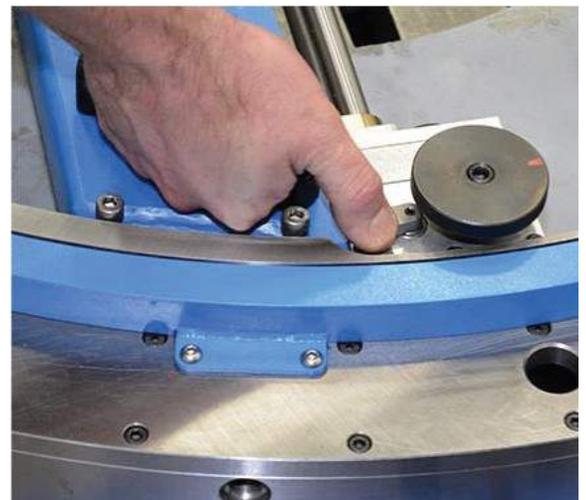

FIGURE 3-21. TENIR LA CLÉ DE LIBÉRATION DE LA CAME PENDANT L'INSERTION (FF3600 ILLUSTRÉE)
4. Avec la came du corps d'avance alignée sur l'encoche de la came, placer le corps de la glissière sur les roulements de la RDU (Figure 3-21).